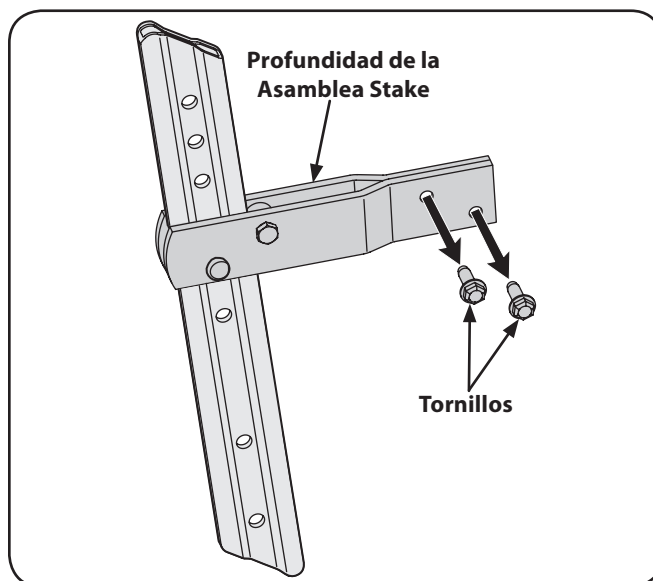

Figura 3-5
1. Quite los dos tornillos de la assembly la estaca de profundidad. Vea la Figura 3-5.